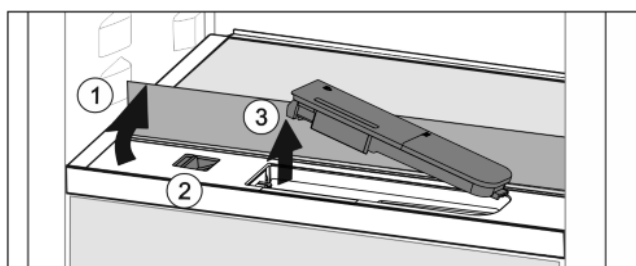

Fig. 36
- ▶ Stekleno ploščo dvignite in jo sklopite nazaj do omejevalnika Fig. 36 (1).
- ▶ Drsnik Fig. 36 (2) potisnite v levo.
- ▶ Odstranite rezervoar za vodo Fig. 36 (3).